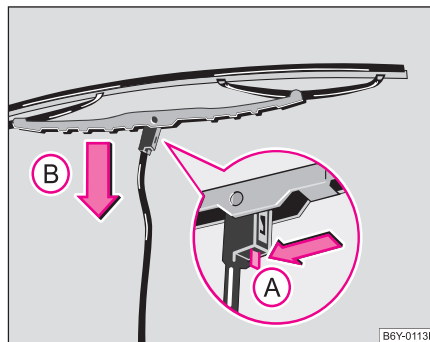

Fig. 43 Lamela ștergătorului de parbriz
- Ridicați brațul ștergătorului de pe lunetă și poziționați lamela astfel încât să formeze un unghi drept cu brațul ștergătorului ⇒ fig. 43.
- Apăsați arcu de siguranță în sensul săgeții (A) și apăsați concomitent lamela în sensul săgeții (B) ⇒ ⚠.